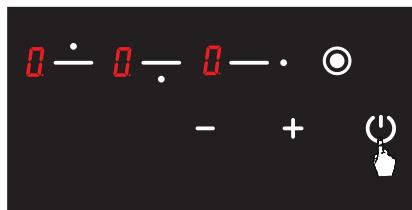

Рис. 5
1. Нажмите кнопку, чтобы включить варочную панель **⊕** (см. Рис. 5).